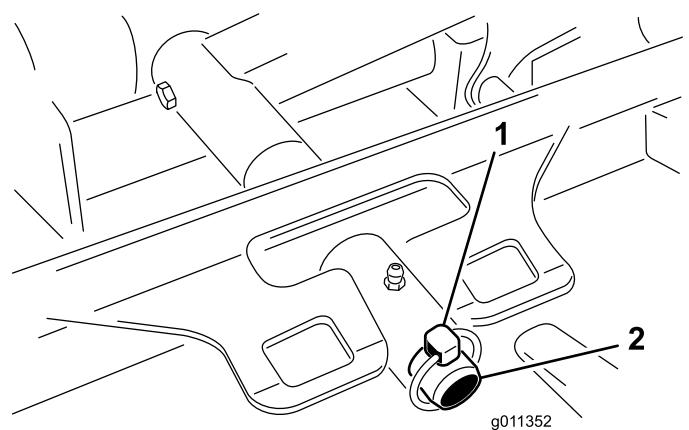

Figura 68
3. Retire el pasador de seguridad o la tuerca de retención que sujetla el bastidor de tiro de la carcasa a la barra de giro del brazo de elevación (Figura 68).
3. Deslice el bastidor de tiro de la carcasa sobre el pasador de giro del brazo de elevación. Sujételo con un pasador de seguridad o una tuerca de retención (Figura 68).